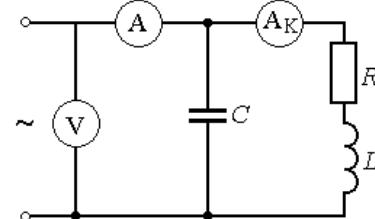
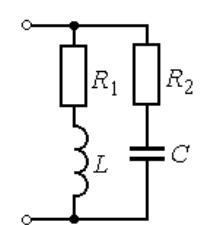

Рис. 7.1
Рис. 7.2
Явление совпадения по фазе тока и напряжения на входе пассивной цепи, содержащей индуктивности и емкости, называют резонансом. Если он происходит за счет взаимной компенсации реактивных составляющих токов в параллельно включенных двухполюсниках с реактивными элементами разного характера, то говорят о резонансе токов. Простейший случай такого резонанса имеет место в цепи с параллельным соединением катушки индуктивности с параметрами  $R$ ,  $L$  и конденсатора  $C$  (рис. 7.1).
При резонансе токи в параллельных ветвях схемы рис. 7.1  $I_C = \omega C U$  и  $I_K = U/z_K$  могут во много раз превышать входной ток  $I = Uy$ , если реактивная проводимость емкости больше активной проводимости  $g$ .
Схема, показанная на рис. 7.1, питается от источника синусоидального напряжения с регулируемой частотой  $f$ . Для этого служит регулятор «Частота». Во всем диапазоне изменения частот действующее значение напряжения источника следует поддерживать с помощью регулятора «Амплитуда» на уровне  $U = 6$  В.
2. Записать условие резонанса для схемы рис. 7.2 и вывести из него, как частный случай, условие резонанса для схемы рис. 7.1. Изменением каких величин можно добиться резонанса токов в исследуемой цепи?
2. Собрать цепь по схеме, показанной на рис. 7.1, и снять показания приборов при пяти значениях частоты ( $f = f_{РЕЗ}$ , двух  $f < f_{РЕЗ}$  и двух  $f > f_{РЕЗ}$ ). Ток в конденсаторе вычислить по закону Ома. Угол сдвига фаз напряжения и тока подсчитать по теореме косинусов: